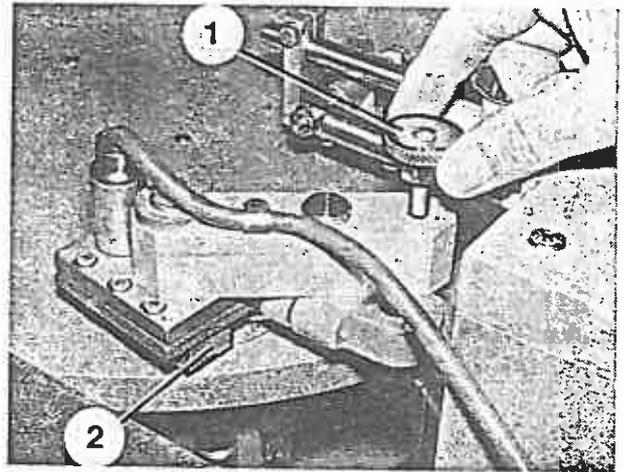

Bild 131
1. Indexstift (Bild 131/1) ziehen und Preßstempel (Bild 131/2) vom Revolvertisch wegschwenken.